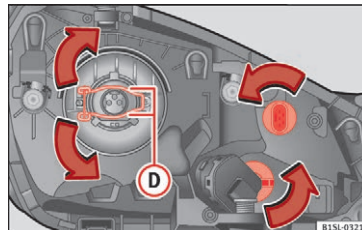

Fig. 85 Venstre forlygte
2. Tryk låsebøjlen » Fig. 85 (D) nedad i pilens retning, frigør den mod siden, og klap den væk.
5. Sæt pæren i, klap låsebøjlen » Fig. 85 (D) tilbage, og hægt den fast.